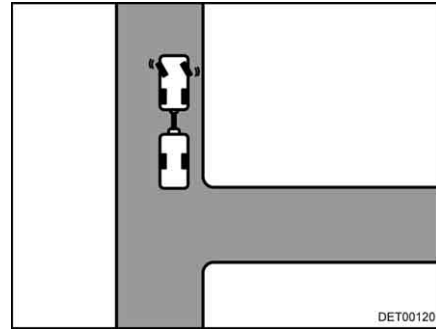

Fig. 16 Sterzare verso sinistra
- A rimorchio fermo sterzare verso sinistra (Fig. 16).